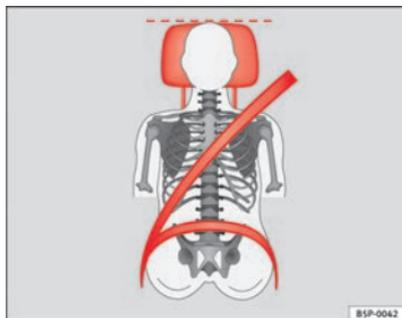

Abb. 12 Richtiger Gurtbandverlauf und richtige Kopfstützeinstellung von vorne betrachtet
- Das Schultergurtteil des Sicherheitsgurtes muss über die Schultermitte und niemals über den Hals verlaufen. Der Sicherheitsgurt muss flach und fest am Oberkörper anliegen ⇒ **Abb. 12**.